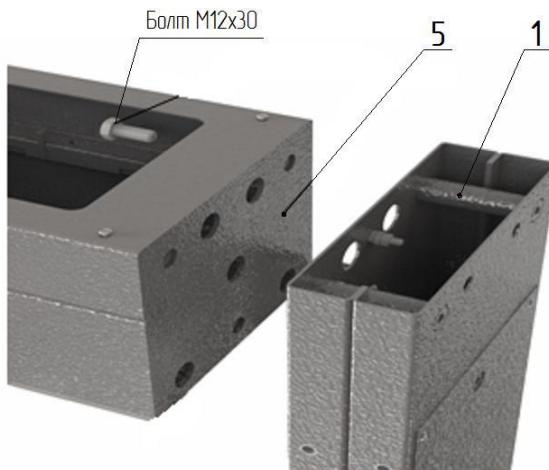

Рис. 1
1. Сборка турникета (рис. 1, 2):
– положите на пол на боковую плоскость раму привода **5** (рис. 1), (предварительно постелив лист картона), рядом аналогично положите две стойки крыла прохода **1** и **2**; состыкуйте указанные элементы друг с другом присоединительными элементами и закрутите по три болта M12 с каждой стороны; поставьте собранный портал вертикально на месте установки турникета.